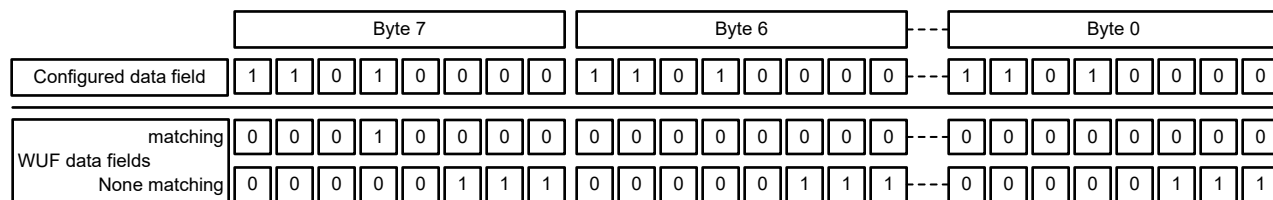

图 8-39. WUF 示例的数据字段验证
当使用数据掩码位启用数据掩码时，接收帧的数据必须与配置的数据匹配，其中接收帧的数据字段中至少有一个逻辑高电平 (1) 位与所配置数据的数据字段中一个逻辑高电平 (1) 匹配。相关位位置由 8'h39 至 8'h40 中配置的数据确定，并由 8'h38[0] 中的数据掩码启用。图 8-39 显示了一个匹配数据和不匹配数据的示例。